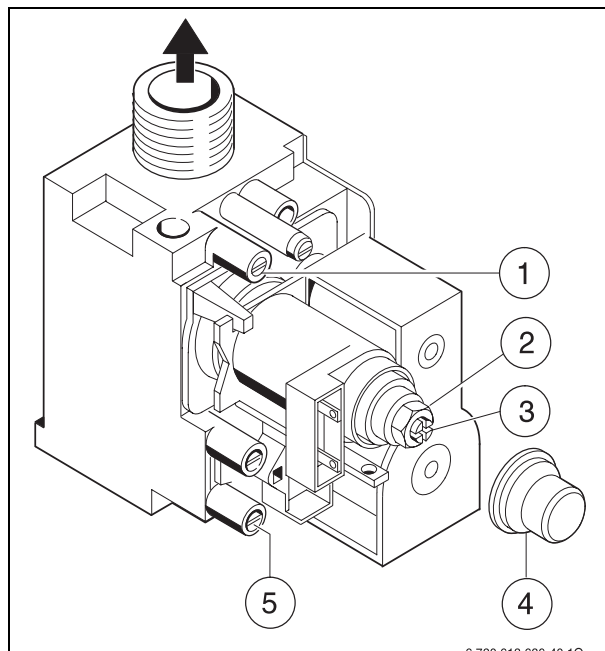

Fig. 28
- ▶ Desfaceți șurubul de etanșeitate la punctul de măsurare pentru presiunea duzei (→ fig. 28 [1]) și conectați manometrul cu tub U.
- ▶ Înlăturați capacul (→ fig. 28 [4]).
- ▶ Presiunea duzei indicată pentru „max” se găsește în tabelul de la pagina 43. Reglați presiunea duzei prin intermediul șurubului de reglare a cantității de gaz maxime (2). Rotire spre dreapta - cantitate mai mare de gaze, rotire spre stânga - cantitate mai mică de gaze.